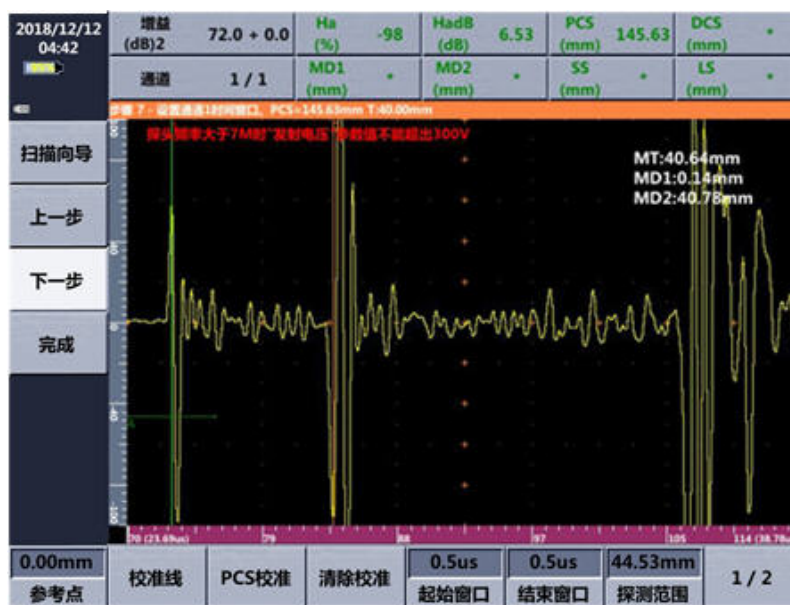

图 3-6 设置时间窗口
- 6) “设置时间窗口”，如图 3-6 所示。此步骤用于设置通道时间窗口和进行深度校准。